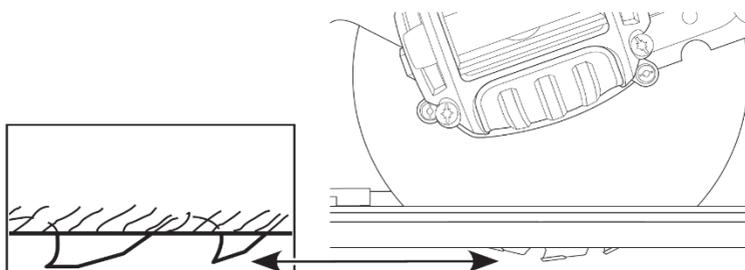

Рис. 5
- На Рис. 5 приведен метод проверки правильности глубины реза. Положите вдоль диска кусок материала, который хотите распилить, как показано на рисунке, и посмотрите, насколько зуб выступает за пределы материала.